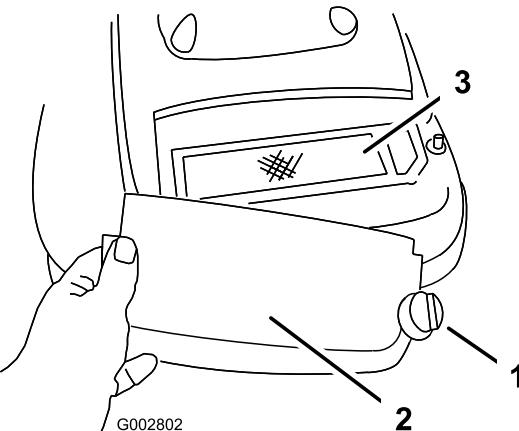

Figura 23
- Desenrosque el tornillo que sujetla la tapa del limpiador de aire (Figura 23).
- Retire la tapa y límpiela a fondo (Figura 23).